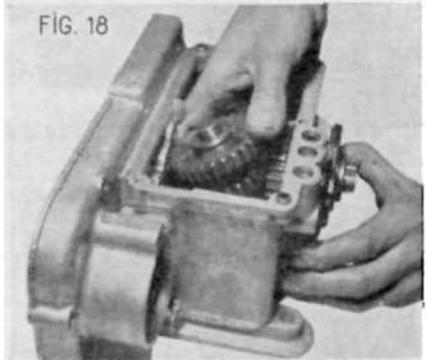

FIG. 18
- Sortir par l'intérieur de la boîte de vitesses l'arbre secondaire 48 avec ses pignons 51 et 52 (fig. 18).